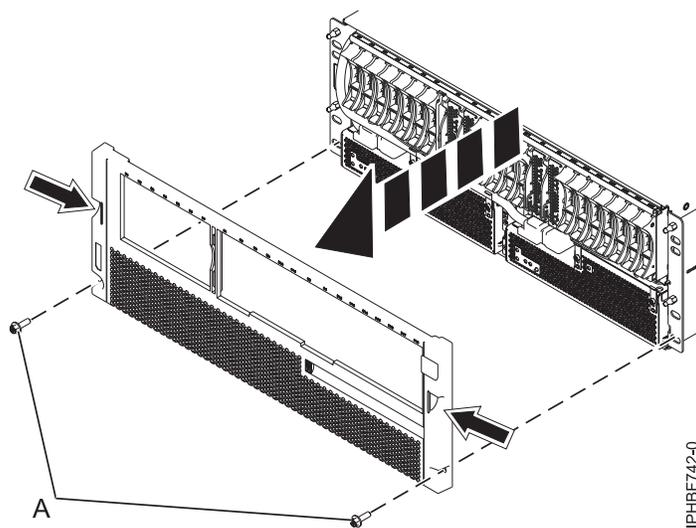

Abbildung 7. Halter für Serviceinformationen und Frontblende ausbauen
- 1) Entfernen Sie die beiden M5-Befestigungsschrauben (A), wie in Abb. 7 gezeigt.